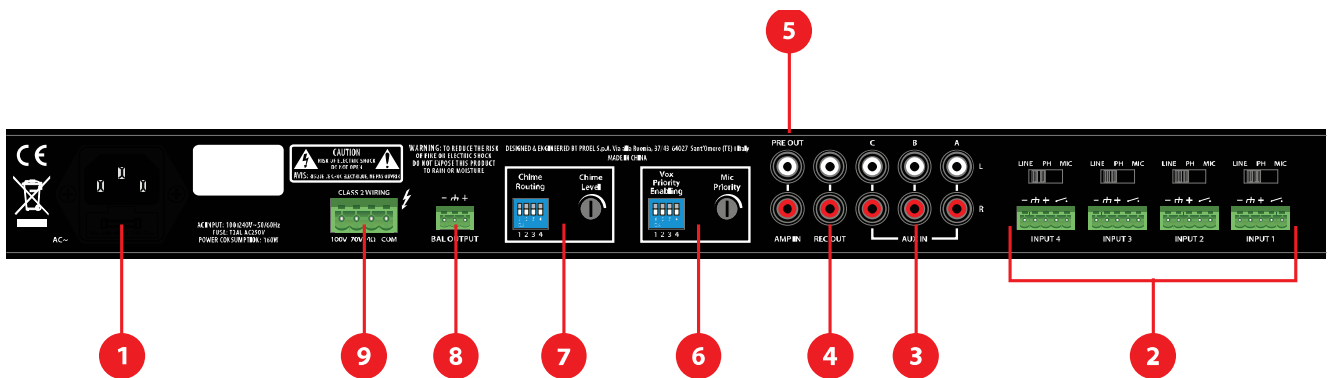

fig.2
Mediante i pulsanti A/B/C si abilita in uscita il rispettivo ingresso AUX (fig.2, rif.4).
Ogni ingresso dispone di un “contatto pulito” che ha due funzioni “Attivazione Chime” e “Forzatura del silenziamento degli ingressi”. Tali funzioni possono essere attivate anche contemporaneamente e sono subordinate alla posizione (ON – OFF) dei dip switch (**fig.2, rif.6 e 7**):
Alla chiusura del contatto (**fig.3 rif.C**) con corrispondente PIN del dip-switch (**fig.2 rif.7**) a ON l’amplificatore riprodurrà un tono di attenzione dalla linea altoparlanti.
Alla chiusura del contatto (**fig.3 rif.C**) il controllo forza il silenziamento dell’ingresso AUX e degli altri ingressi (**fig.2, rif.2**) che hanno il rispettivo PIN del VOX (**fig.2, rif.6**) ad **OFF**. Gli ingressi resteranno silenziati fin quando il contatto pulito rimarrà chiuso. Tale funzione è particolarmente utile in presenza di segnali audio molto deboli che potrebbero generare dei continui attacchi/stacchi della funzione VOX con conseguente alternarsi del segnale in uscita.
*Ogni ingresso INPUT 1 ÷ INPUT 4 dispone di una funzione VOX inseribile e disinseribile mediante l’apposito PIN (**fig.2, rif.6**): quando il circuito VOX di uno dei canali con VOX ad **ON** (abilitato) rileva la presenza di un segnale audio sul rispettivo ingresso (**fig.2, rif.2**), i canali AUX (**fig.2, rif.3**) e i canali aventi il VOX a **OFF** (disabilitato) saranno silenziati, mentre tutti i canali con VOX a **ON** saranno mixati in uscita.*
Ogni ingresso INPUT 1 ÷ INPUT 4 dispone di una funzione VOX inseribile e disinseribile mediante l'apposito PIN (**Vox Priority Enabling**): quando il circuito VOX di uno dei canali con VOX ad **ON** (abilitato) rileva la presenza di un segnale audio sul rispettivo ingresso (**fig.2, rif.2**), i canali AUX (**fig.2, rif.3**) e i canali aventi il VOX a **OFF** (disabilitato) saranno silenziati, mentre tutti i canali con VOX a **ON** saranno mixati in uscita.